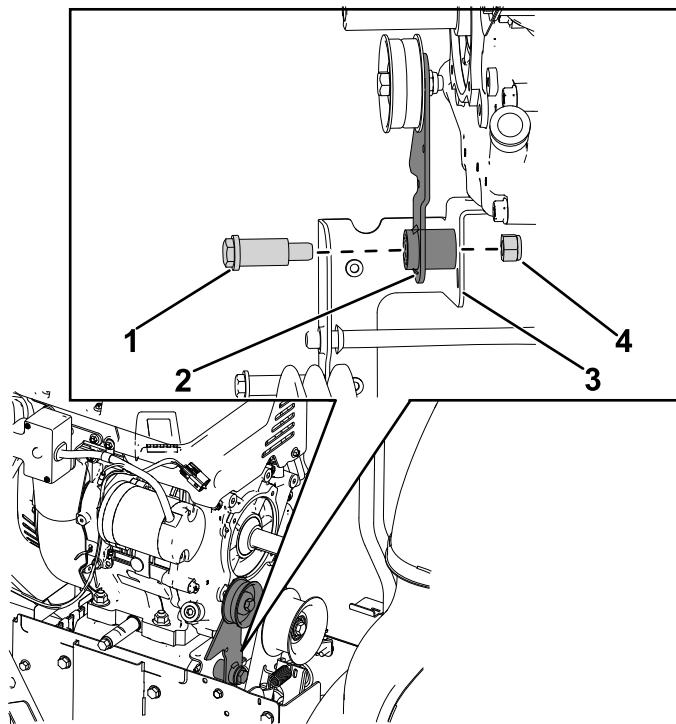

Bild 9
3. Entfernen Sie die Mutter (7/16") und die Ansatzschraube (7/16" x 1 1/4"), mit denen der Antriebsscheibenarm an der Halterung der Bremskupplung befestigt ist (Bild 9).